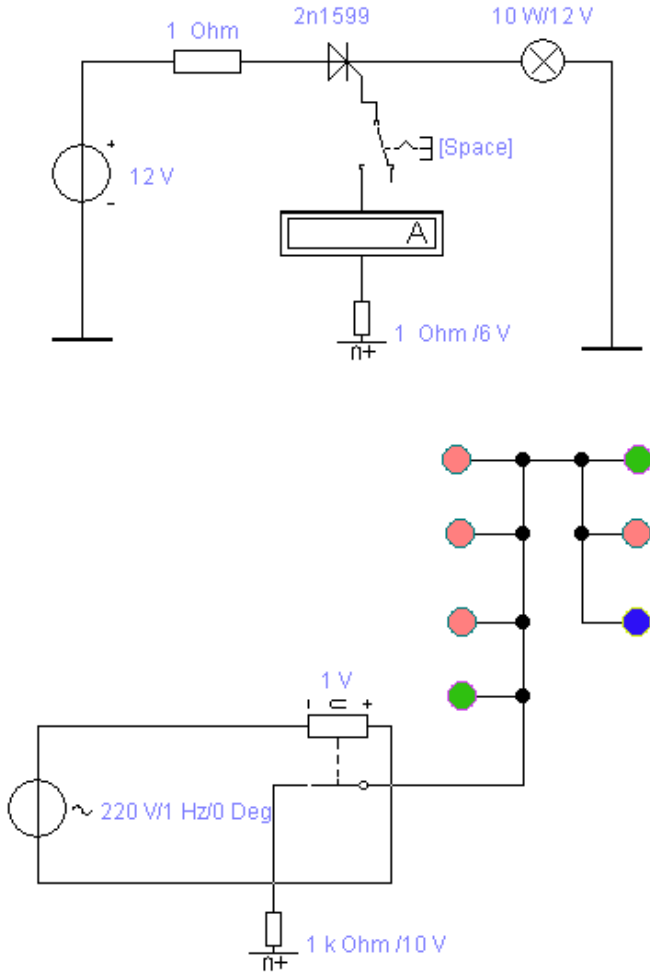

Рис. 28. Две модели тиристора (файл **tirist2.ewb**)
4. Две модели тиристора (файл **tirist2.ewb**). В верхней схеме (см. рис. 28) тиристор управляется вручную клавишей *Space* (Пробел). В нижней схеме тиристор заменен на управляемый напряжением ключ (*Voltage-Controlled Switch*) с параметрами срабатывания (*Turn-on voltage*) и отпускания (*Turn-off voltage*).